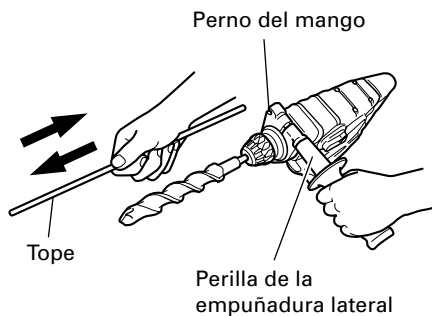

Fig. 11
7. Utilización del tope (Fig. 11)